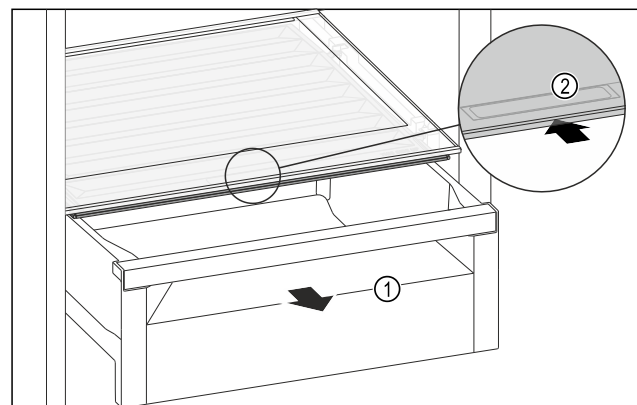

Fig. 132
- ▶ Schubfach Fig. 132 (1) herausziehen.
- ▶ Griffmulde Fig. 132 (2) am Fachdeckel anfassen und Fachdeckel gleichzeitig nach hinten schieben.